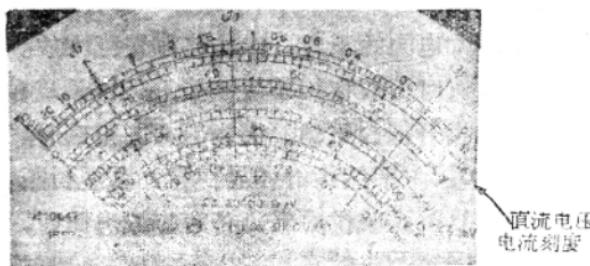

图 5
- (1) 先将中間旋鈕直流測量 \ominus 符号下的A字对准符号 \odot ；
- (2) 旋轉左面旋鈕，选择所需要的測量范围；
- (3) 将測試筆插入 $+$ 及A插孔內。然后看好正負，将万能表串接在电路中，接通电路，就可讀得直流数字（图5）。